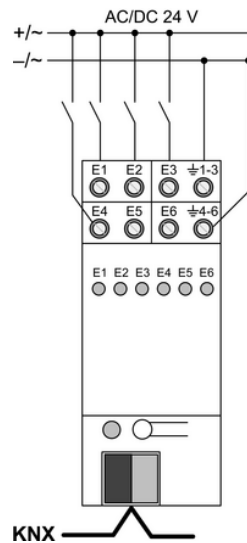

Figura 4: Ejemplo de conexión de entrada binaria de 24 V
- Conectar el dispositivo según el ejemplo de conexión (figura 4). Potencial de referencia común para las entradas **E1...E3** y **E4...E6**.